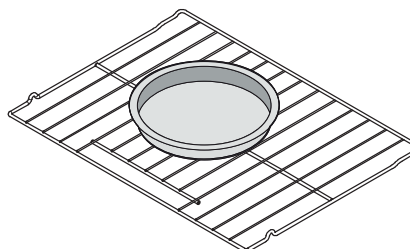
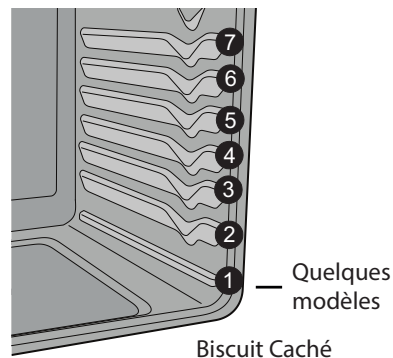

Figure 20 : Cuisson des aliments de commodité sur une seule grille
Figure 21 : La position de grille (4) est la meilleure pour la cuisson des aliments de commodité
- Toujours placer la nourriture dans le centre du four sur la grille 4 (Figure 21). Placer les aliments comme le montre Figure 20.